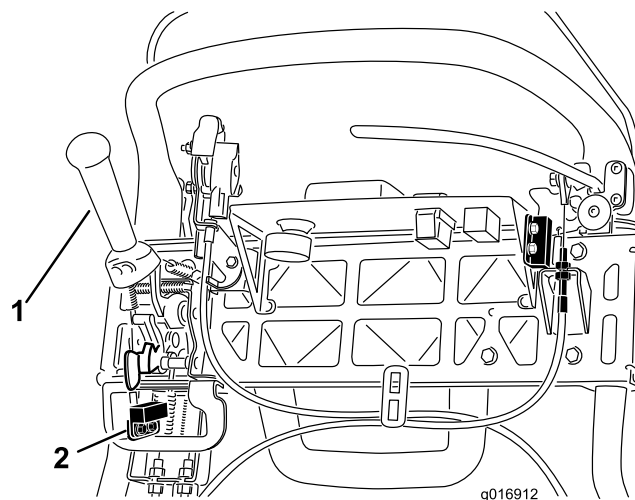

図 39
4. インタロックスイッチを固定しているねじをゆるめる 図 39。
5. 走行レバーとインタロックスイッチとの間に厚さ 1.6mm のすきまゲージをはさむ 図 39。